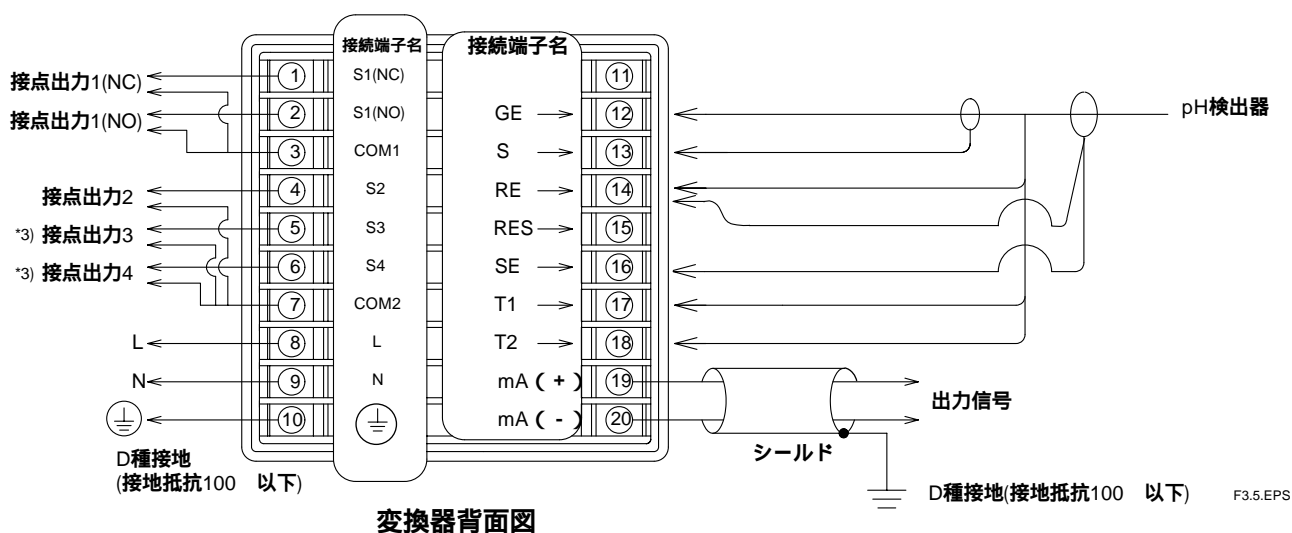

図3.5 中継端子箱を使用しない場合の配線図
- (1) ケーブルを端子に接続します。ケーブルには推奨する端子を用いて十分な端末処理を施し，その芯線を該当する端子に正しく接続してください。
- (2) シールドは3.3項 図3.4または図3.5に従い，1点でD種接地してください。